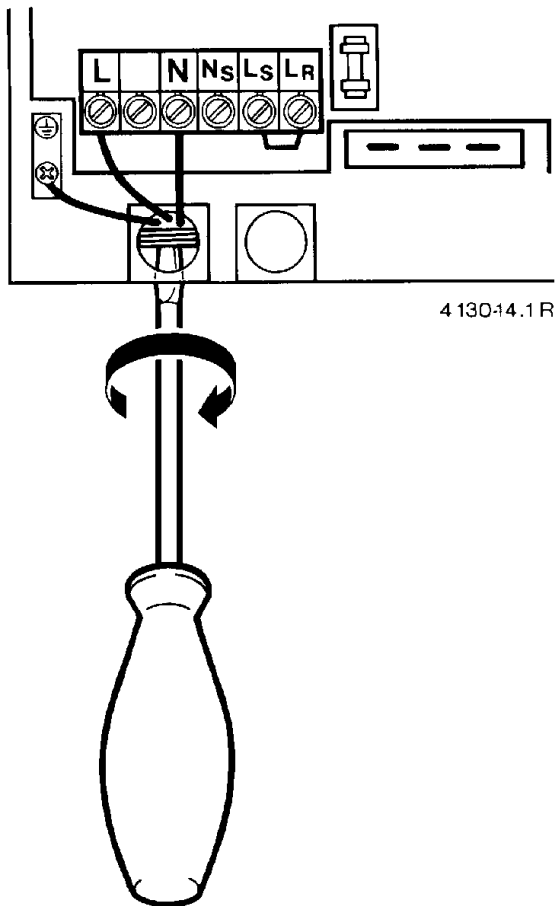

Fig. 16
- Fare passare il cavo attraverso la guarnizione del passacavo e collegarlo come da fig. 16 (non invertire le polarità). Collegare il cavo di messa a terra.